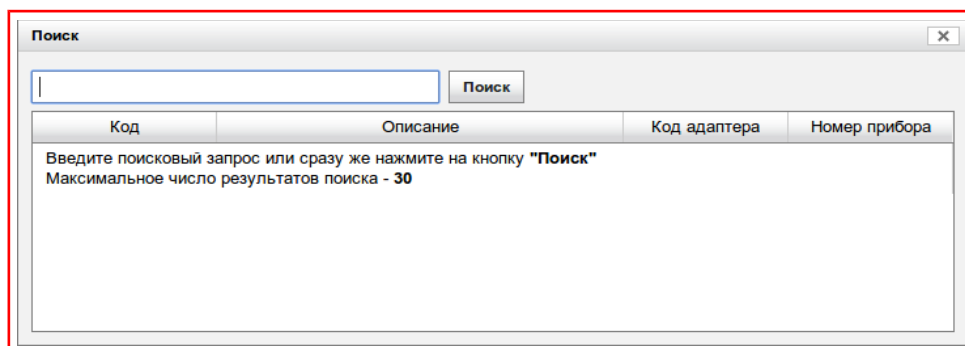

Рисунок 7.8 — Панель поиска узла учёта
- для выбора узла учёта, рисунок 7.8: